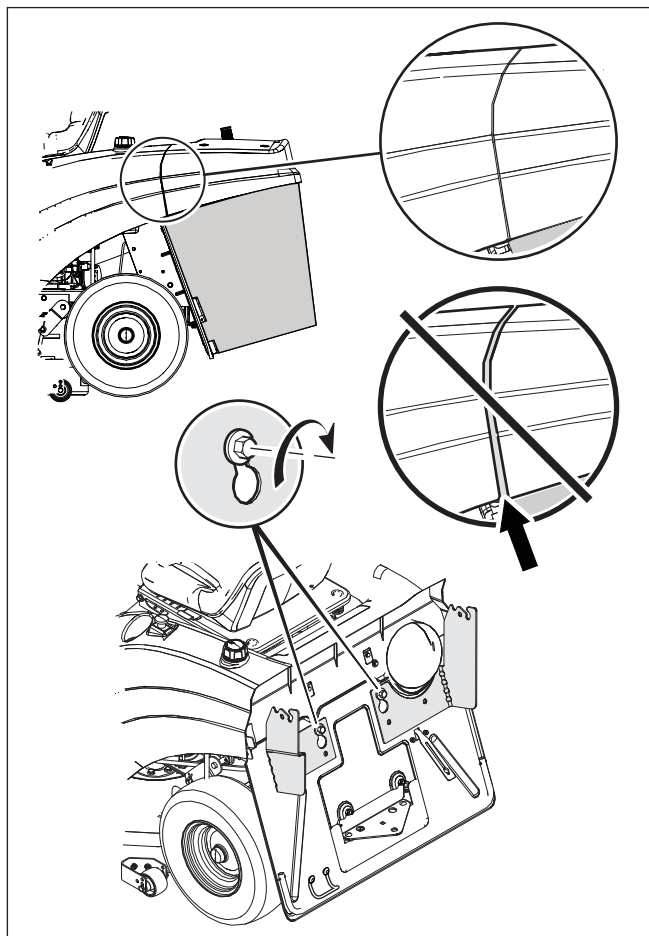

Figuur 38
Door de slotbout, sluitring en moer (1) omhoog te schuiven wordt de gevoeligheid in de zak verlaagd en gaat de zoemer later af (zie **Figuur 38**). Door de slotbout, sluitring en moer (1) omhoog te schuiven wordt de gevoeligheid in de zak verlaagd en gaat de zoemer later af.
1. Draai de slotbout, sluitring en moer los (1).
2. Schuif de slotbout, sluitring en moer hoger of lager op de hendel van de zoemer (2).